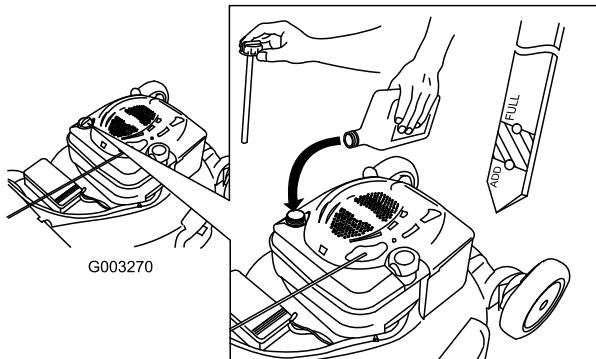

Figura 6
- Rimuovete l'asta di livello (Figura 6) e versate nel tubo di riempimento una quantità d'olio pari a circa 3/4 della capacità del carter.
- Rimuovete l'asta di livello e controllate il livello dell'olio sulla stessa; vedere Figura 6.
- Se il livello dell'olio è troppo basso, aggiungete lentamente una piccola quantità di olio nel relativo tubo di riempimento, quindi ripetete le fasi da 3 a 5 fino a raggiungere il livello corretto mostrato in Figura 6.